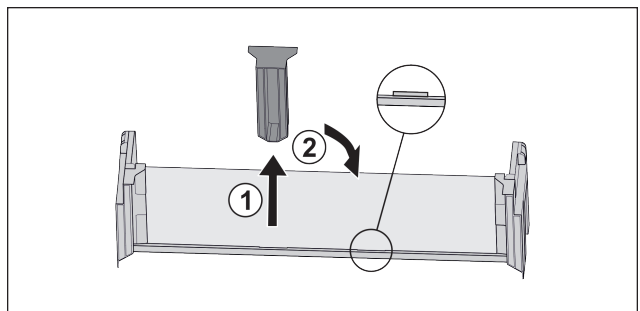

Fig. 79
- ▶ Middelste vasthoudeel lostrekken Fig. 79 (1).
- ▶ Middelste vasthouddeel in tweede positie inzetten Fig. 79 (2).